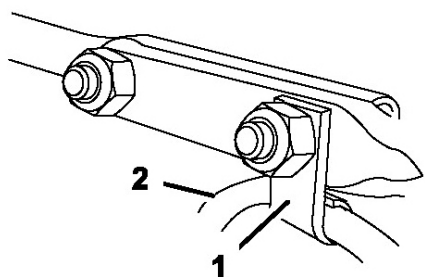

Рисунок 16.
- 6. Вставьте зажим троса, который поддерживает трос дефлектора, в передний болт и закрепите болты с помощью контргаек (рис. 16).